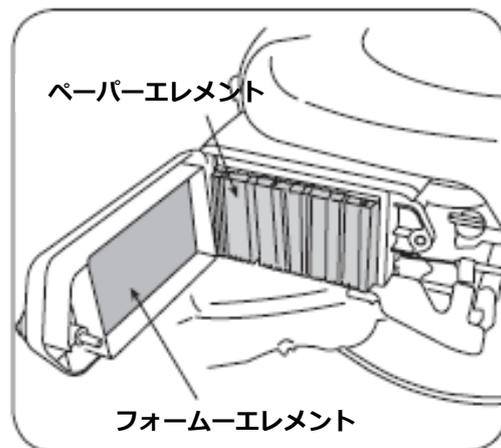

図8-2
1. ウィングボルトとエアークリーナーカバーをはずします。エレメントをはずし、それらを分けます。(図8-2参照) 汚れていたり、損傷がある場合はペーパーエレメントを交換します。